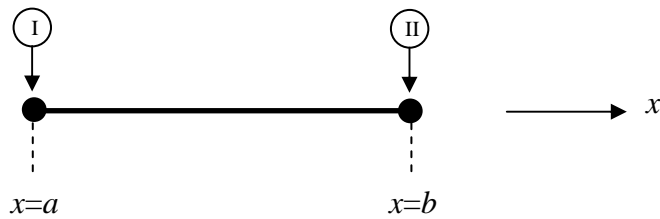
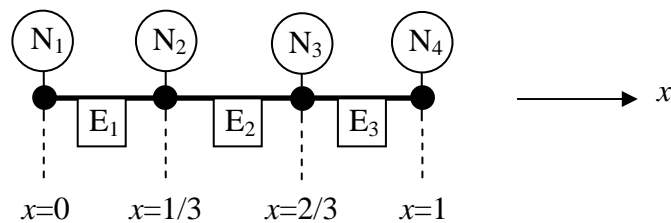

Figure 2
Figure 3
2.5 On note  $N_I(x)$  et  $N_{II}(x)$  les fonctions de forme sur l'élément  $e=[a,b]$ . Les deux sommets de cet élément sont notés I et II (fig. 2). Calculer  $N_I(x)$  et  $N_{II}(x)$ .
2.8 On considère un maillage comprenant 3 éléments linéaires et 4 nœuds (fig. 3). Assembler la matrice  $\underline{K}$  et le second membre  $\underline{b}$ . On prendra pour cela la convention de numérotation locale indiquée sur la figure 2.